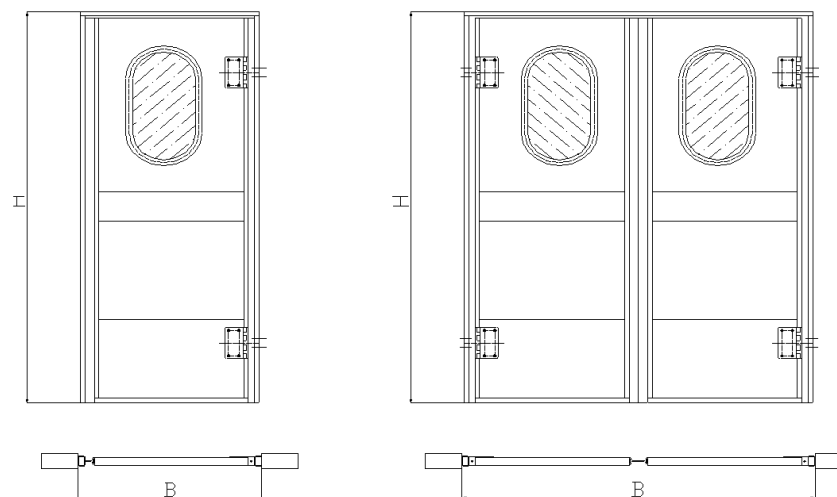

Рисунок 1
3. Порядок сборки и монтажа маятниковых дверей с пластиковыми петлями 4520 (рис. 1).